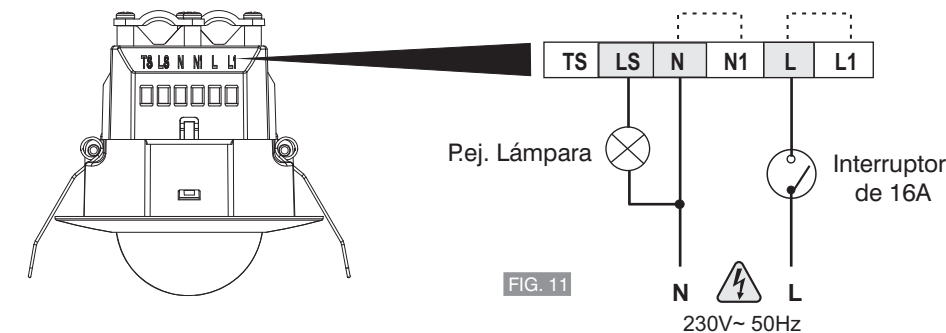

FIG. 11
**NOTA: el cable de alimentación del detector debe incluir un interruptor de 16A (fig. 11).**